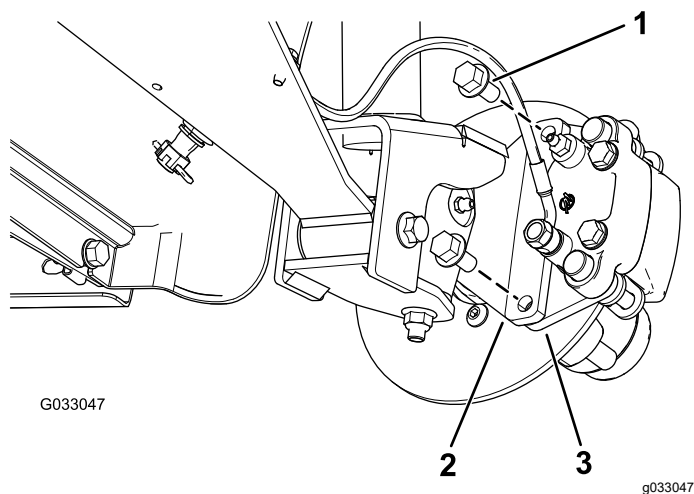
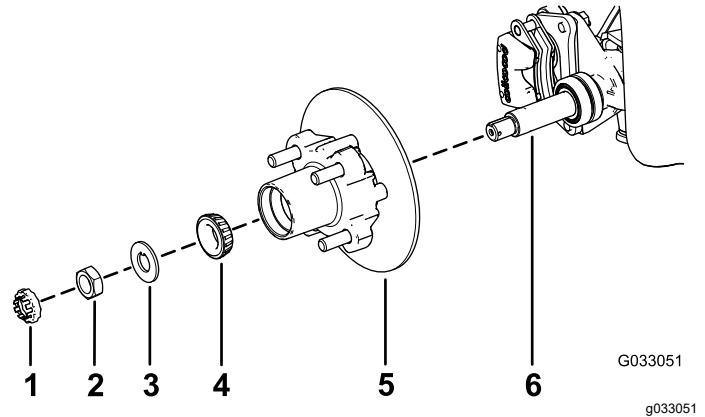

Figura 26
Figura 30
3. Retire los pernos con arandela prensada ( $\frac{3}{8}$ " x  $\frac{3}{4}$ ") que sujetan el soporte del conjunto de freno al eje y separe el freno del eje (Figura 26).
1. Aplique una ligera capa de grasa del tipo especificado en el eje (Figura 30).
2. Monte el cubo y el rotor en el eje con el rotor hacia dentro (Figura 30).
3. Monte el cojinete exterior en el eje y acople el cojinete al anillo de rodadura exterior (Figura 30).
4. Monte la arandela con pestaña en el eje (Figura 30).
5. Enrosque la tuerca en el eje y apriete la tuerca a 15 N·m, girando el cubo para asentar el cojinete (Figura 30).
2. Alinee las pastillas de freno en cada lado del rotor (Figura 26) y los taladros del soporte de la pinza con los taladros de montaje del freno de la mangueta (Figura 30).
3. Sujete el soporte de la pinza a la mangueta (Figura 26) usando los 2 pernos con arandela prensada ( $\frac{3}{8}$ " x  $\frac{3}{4}$ " ).